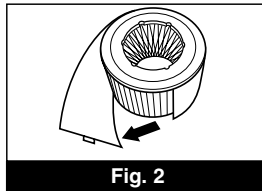

Fig. 2
Paso 5: Ubique la junta del prefiltro y retire cuidadosamente el sujetador para sacar el prefiltro del filtro HEPA (Fig. 2).